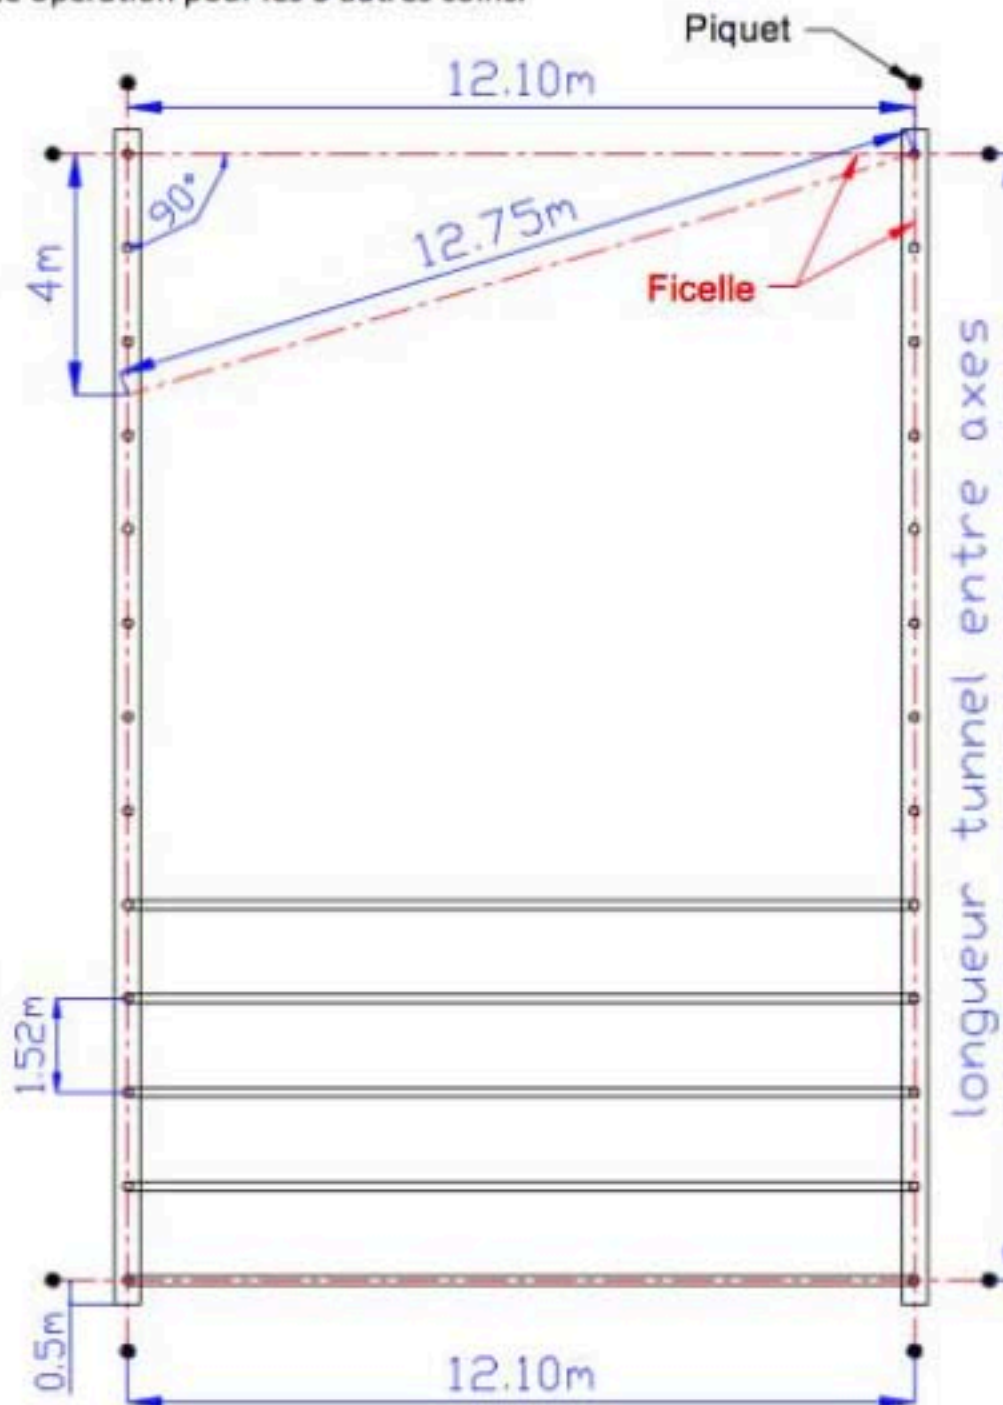

Figure 1 : Repérage emplacement tunnel
- 1) Repérer l'emplacement du tunnel avec des cordes tendues en respectant l'équerrage du tunnel (Fig.1):